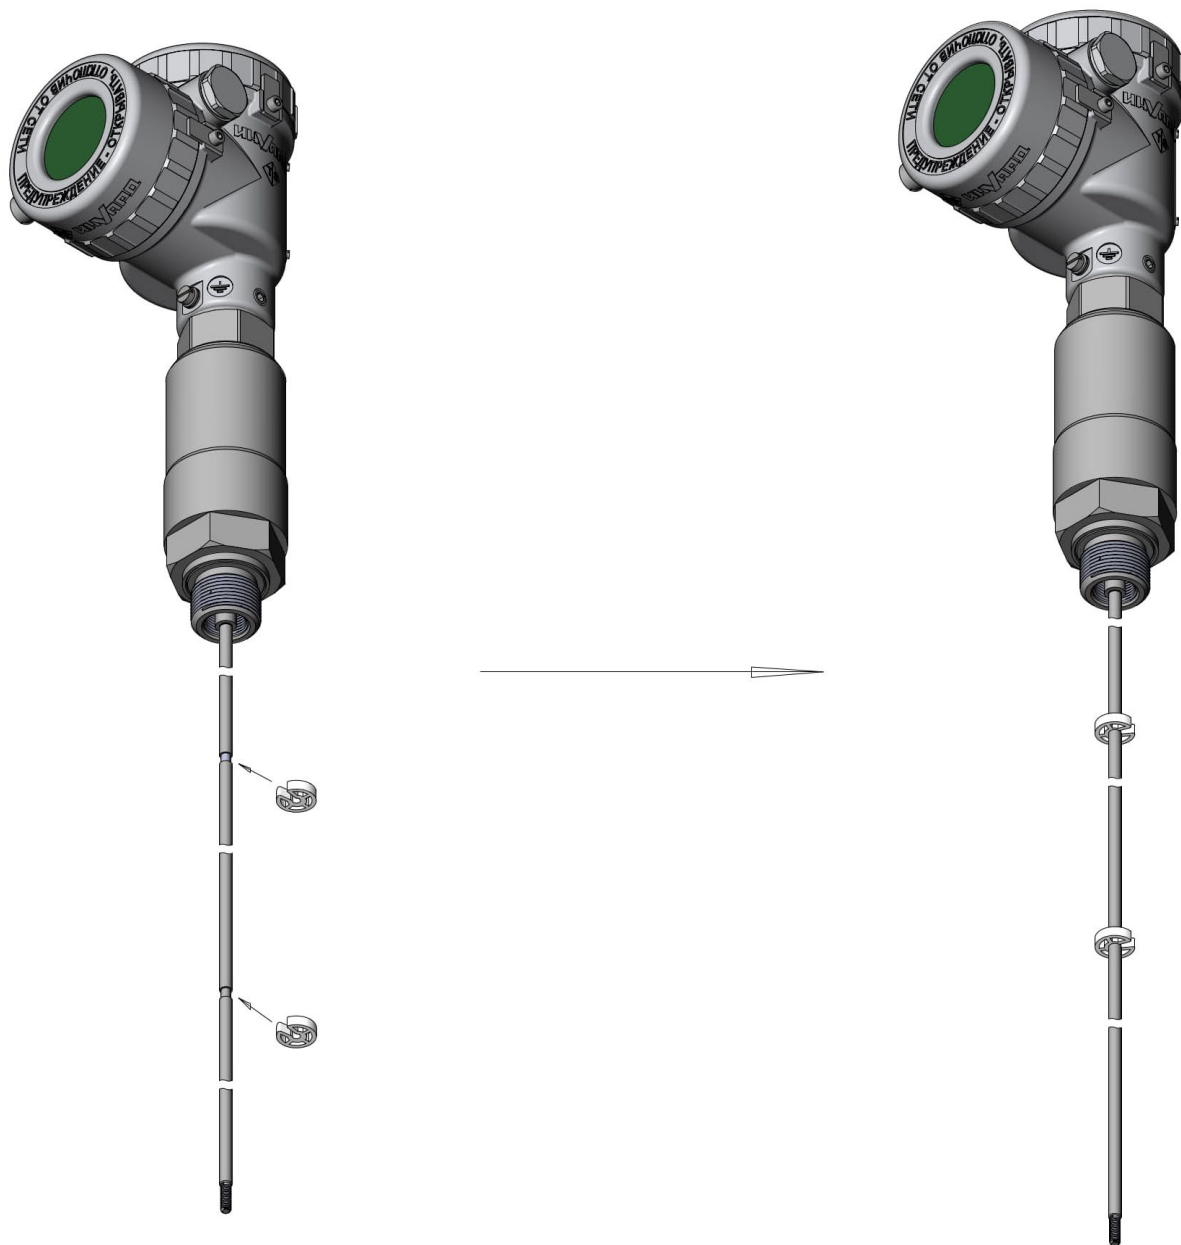

Рисунок 18 – Установка центраторов на стержень
3.4 На конце коаксиального зонда установить заглушку и зафиксировать её шайбой и гайкой (рисунок 18).